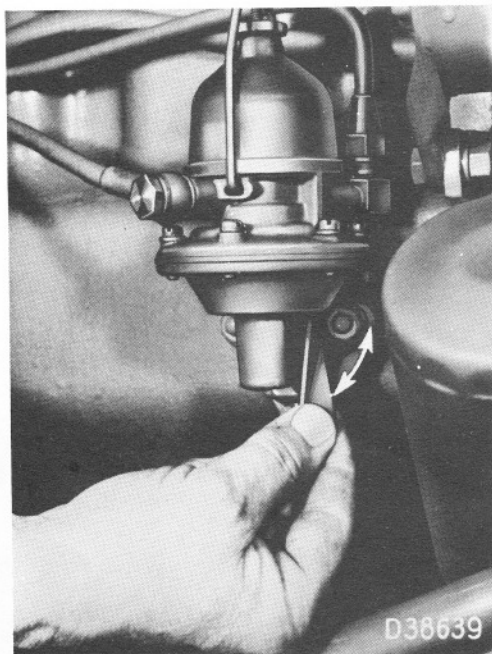

Figure 193 : Manœuvre du levier d'amorçage
3. Desserrez la vis de purge du filtre primaire (avant, fig. 126). Actionnez le levier d'amorçage de la pompe d'alimentation (fig. 193). Resserrez la vis de purge seulement lorsque le combustible s'écoule exempt de bulles d'air.